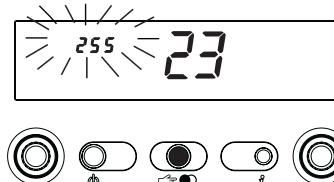

Fig. 77
- **R.A.I.-MIX R.S.I.:** girar el selector temperatura agua sanitario hasta que el valor leído en el visor digital es 255 (fig. 77)